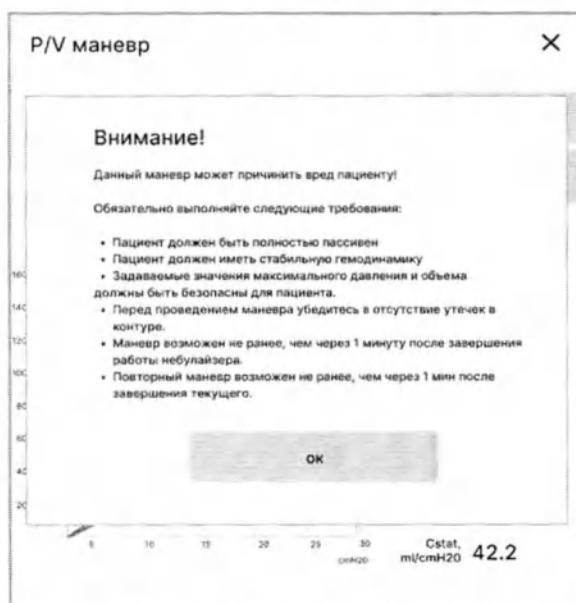

Рисунок 9.17 – Окно процедуры «P/V маневр» (предупреждения)
- 1 Запустите процедуру и проконтролируйте на дисплее появление окна с предупреждениями перед выполнением маневра (см. рисунок 9.17).